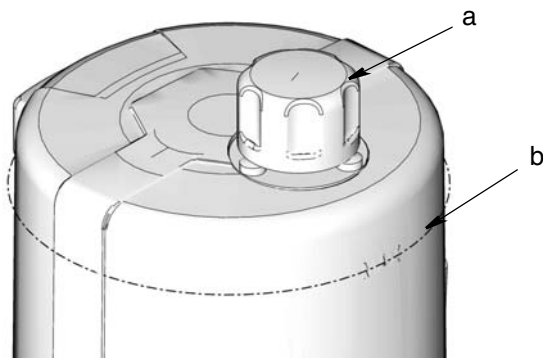

FIG. 14
- No lo llene en exceso (FIG. 14).